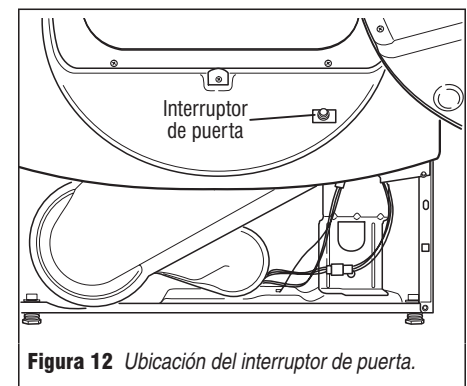

Figura 12 Ubicación del interruptor de puerta.
- Verifique que los alambres entre el interruptor de la puerta y los componentes electrónicos del control de la máquina estén conectados. Vea la figura 12 para la ubicación del interruptor y vea Acceso y remoción de los ensamblajes electrónicos, en la página 10.